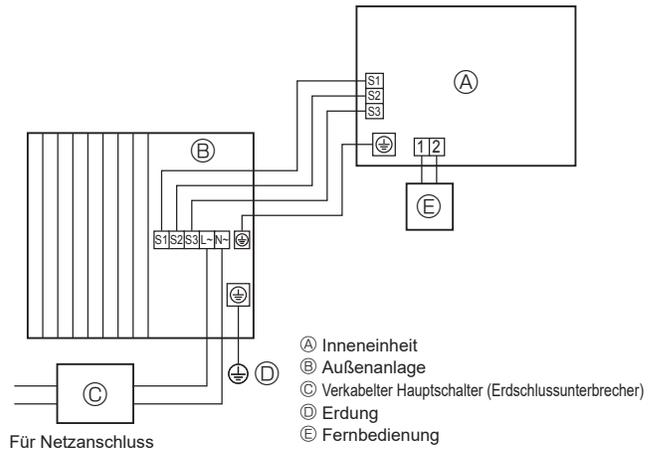
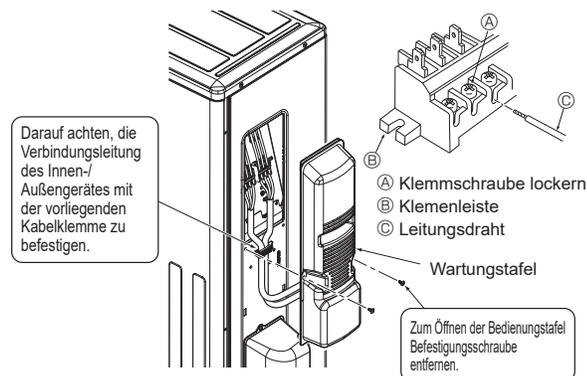

Fig. 6-1
Fig. 6-3
6.1. Außeninheit (Fig. 6-1, Fig. 6-2, Fig. 6-3)
- ① Die Wartungstafel entfernen.
- ② Die Kabel wie in den Fig. 6-1, Fig. 6-2 und Fig. 6-3 gezeigt verlegen.